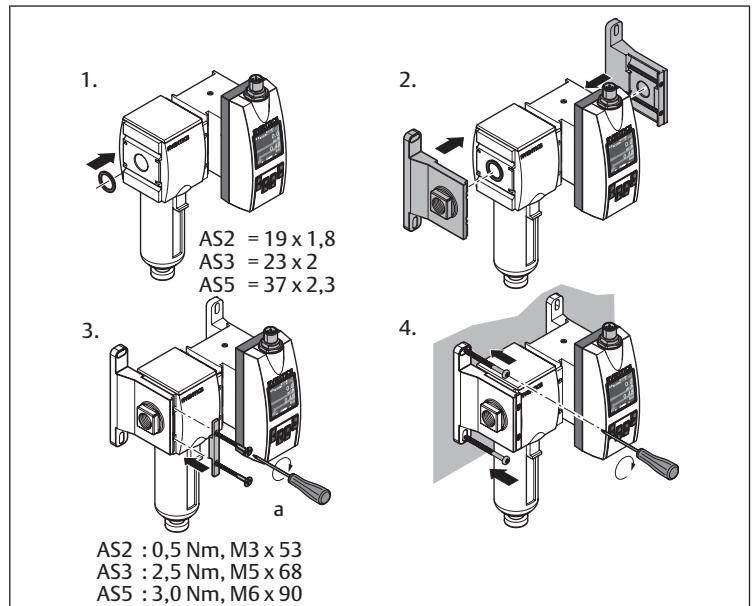

Bild 6: Montering med blockmonteringssats | W05
- Montering med blockmonteringssats (utan luftbehandlingsenhet): se → Bild 6.